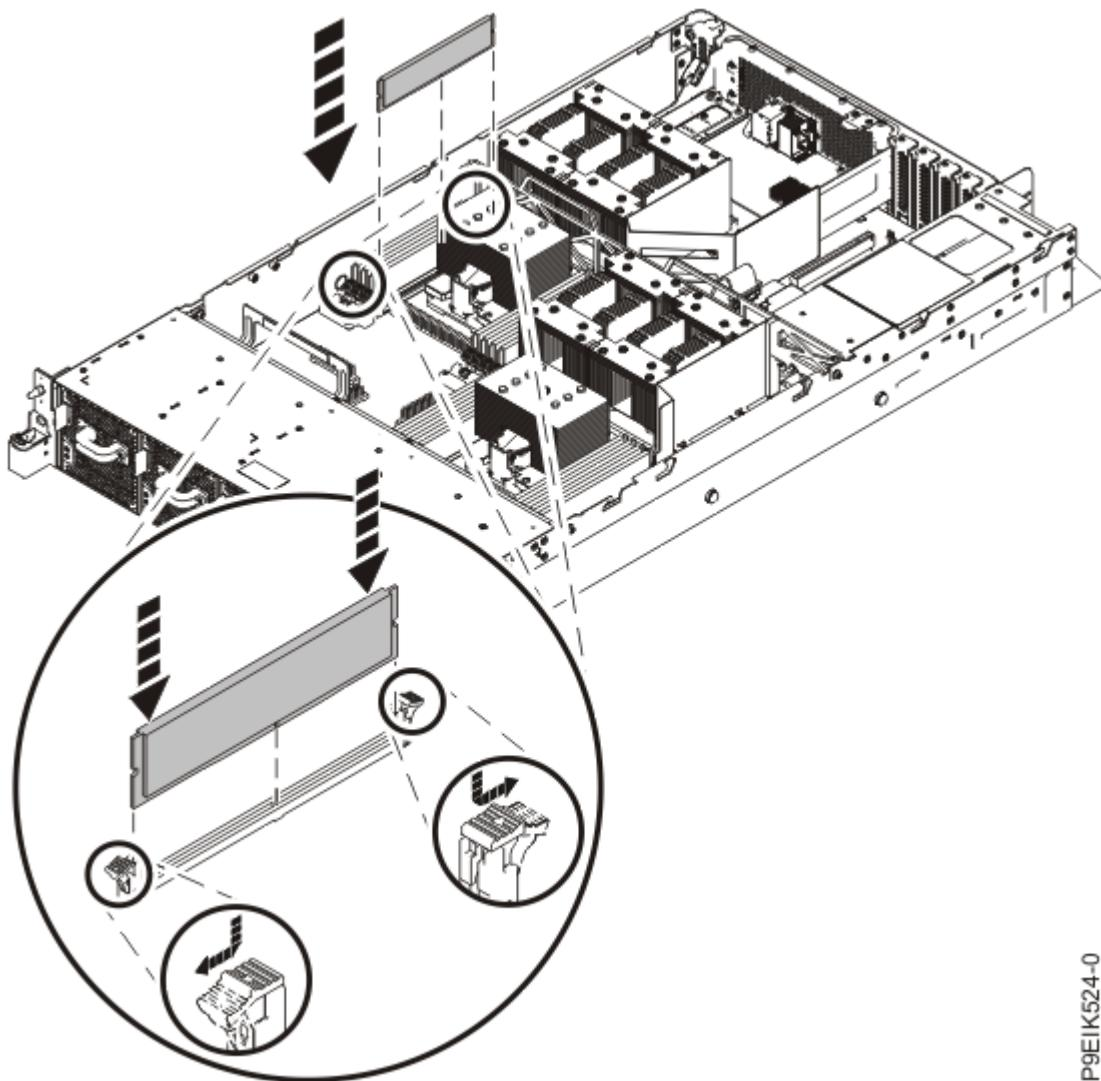

図 10. メモリー・モジュールの取り付け
- a) ロッキング・タブを、スロットから外側に向けて開位置になるように (16 ページの図 10 に示す方向に) 押します。